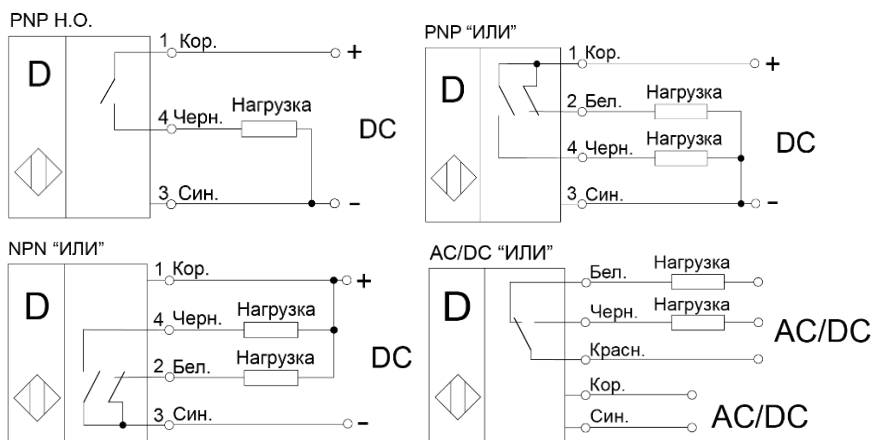

Рисунок 2 - Варианты схем подключения выключателей
3.6 Выключатели включаются в электрическую цепь по проводной схеме (Рис. 2). Соответствие выводов и схема подключения указаны в маркировке выключателя.